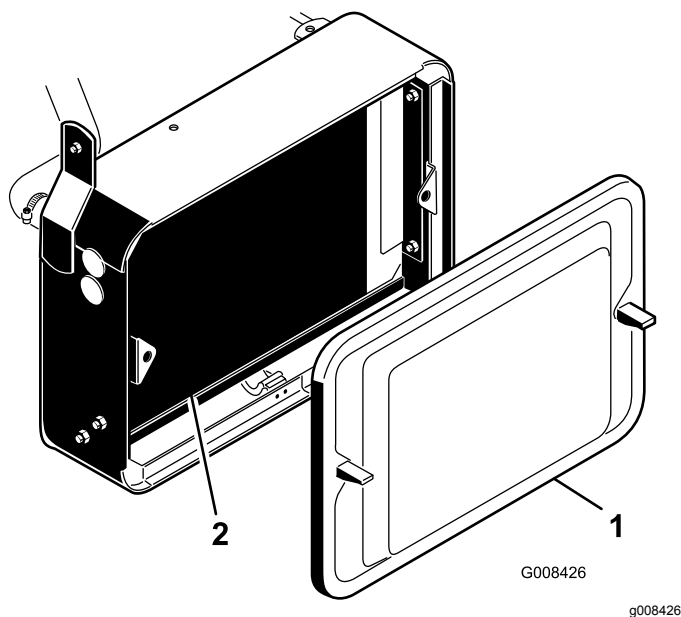

Рисунок 43
1. Снимите решетку радиатора (Рисунок 43).